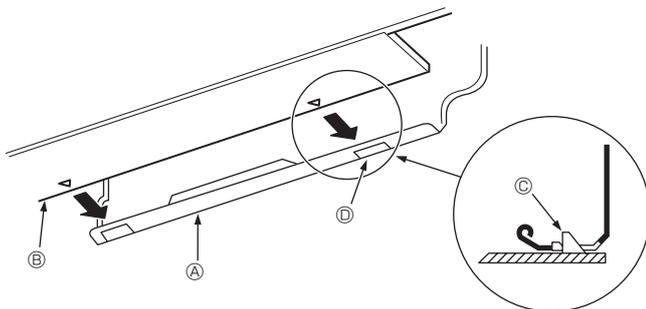

Fig. 3-11
3. Inserendo il tubo del refrigerante e il tubo di drenaggio nel foro a muro (manicotto di penetrazione), appendere la parte superiore dell'unità interna alla piastra di montaggio ①.
5. Premere la parte inferiore dell'unità interna sulla piastra di montaggio ① e bloccarla in posizione. (Fig. 3-11)
* Controllare che le maniglie sulla parte inferiore dell'unità interna siano agganciate saldamente alla piastra di montaggio ①.